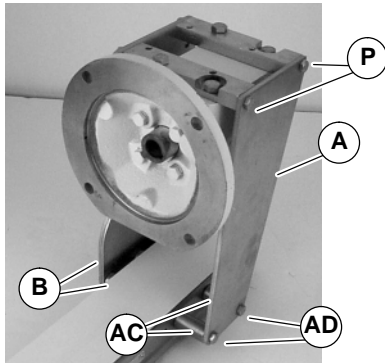

Abbildung 5
HINWEIS: Abgebildeter Bausatz 102 mm und breiter. Bausätze für 51 mm und 76 mm Breite enthalten zwei Distanzhülsen (AC siehe Abbildung 5) und zwei lange M6-Schrauben (AD).
- 4b. Für 51 mm und 76 mm breite Förderbänder die Schrauben lösen (aber nicht abnehmen) (P siehe Abbildung 5). Obeninstallationsbaugruppe am Förderband (A) mit Schrauben (B), Abstandsrohren (AC) und Schrauben (AD) befestigen. Die Schrauben (B) (AD) und (P) mit 10,4 Nm festziehen.